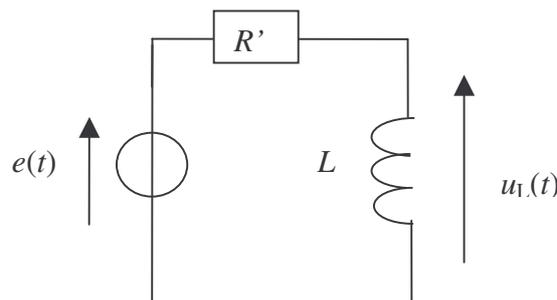

Figure 5
3.1.2 Le générateur alimente un circuit série constitué de la résistance R' et d'une bobine idéale d'inductance L (Figure 5). On note $u_L(t)$ la tension aux bornes de la bobine.